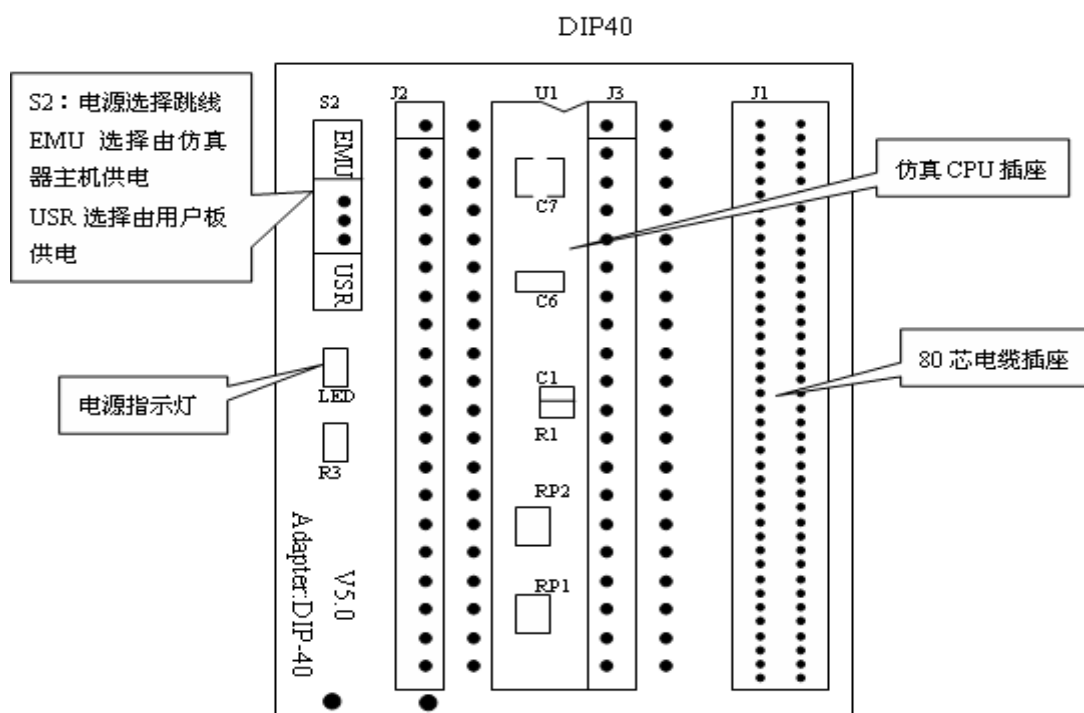
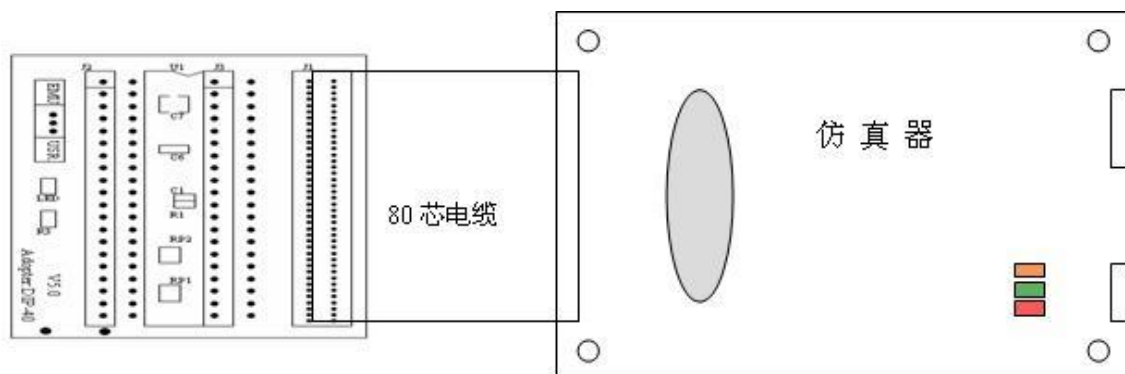

图 2-4 DIP-40 仿真芯片适配头
图 2-5 DIP-40 仿真芯片适配头与仿真器的连接
- DIP-40 仿真芯片适配头的结构如图 2-4 所示，与仿真器的连接如图 2-5 所示。